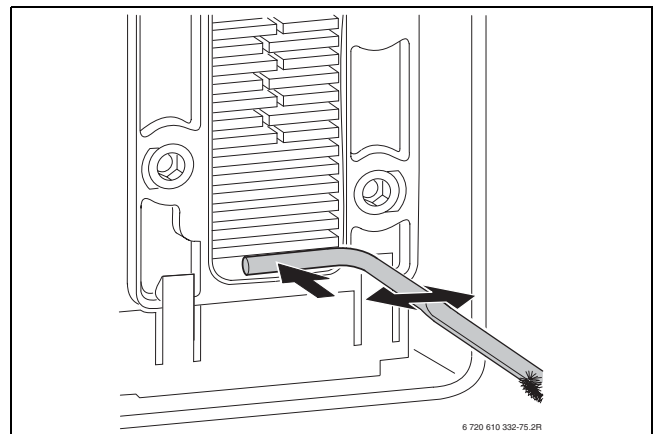

Fig. 63
- Pulire il convogliatore della condensa (con il manico della spazzola, fig. 63) e l'attacco del sifone.